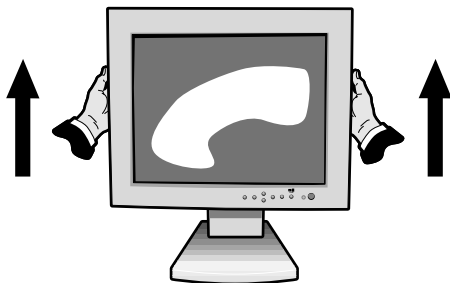

Abbildung R.1
Bevor Sie den Bildschirm drehen, muß er auf seine höchste Position gestellt werden, damit der Bildschirm beim Drehen nicht gegen die Unterlage stoßen oder Ihre Finger einklemmen kann. Um den Bildschirm anzuheben, fassen Sie den Monitor an beiden Seiten und ziehen Sie ihn nach oben (**Abbildung R.1**)
2. Fassen Sie den Monitorbildschirm an beiden Seiten und heben Sie ihn auf die maximale Höhe an (**Abbildung R.1**).